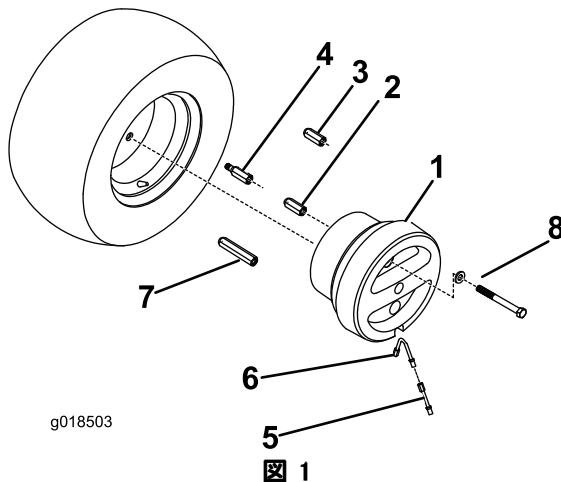

図 1
3. ウェイトを通して、ホイールアダプタボルト（またはナット）を取り付ける（図 1）。アダプタを 85-100 ft-lb（115-135 N-m = 11.8-13.8 kg.m）にトルク締めする。